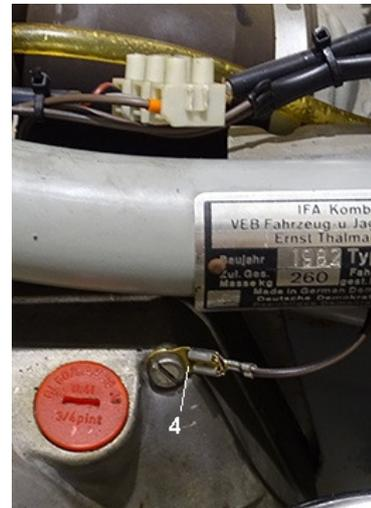

Bild 3
15. Montieren Sie unter der am nächsten zum Bremslichtschalter liegenden Schraube M6 des Kupplungsdeckels am Motor die beiliegende Kontaktfahne (4), siehe dazu Bild 3.